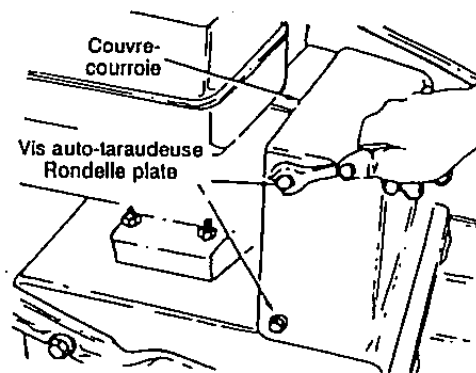

Figure 13
- Enlevez le couvre-courroie en plastique sur le devant du moteur en retirant les trois vis autotaraudeuses et les trois rondelles plates. Voir la figure 13.